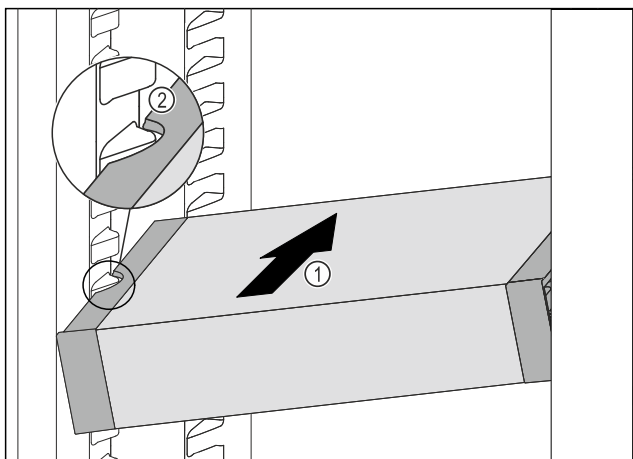

Fig. 47
- ▶ VarioSafe wsunąć ukośnie do chłodziarki Fig. 47 (1), aż boczne wycięcia Fig. 47 (2) VarioSafe będą się znajdować na wysokości żeber pojemnika w chłodziarce.